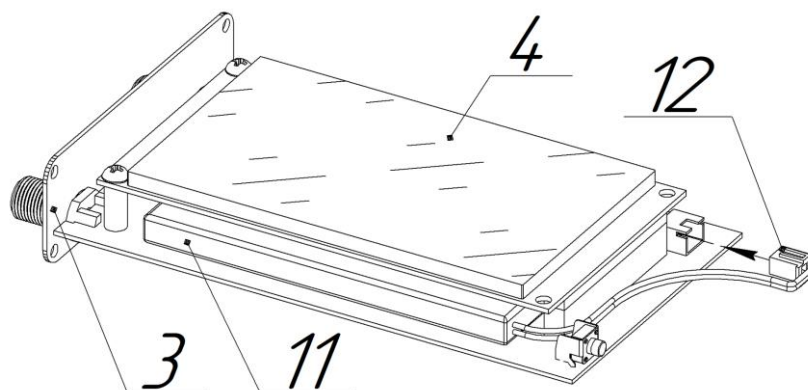

Рисунок 11.2 – Замена аккумулятора
11.3.6. Аккумулятор (11) находится на плате под модулем экрана (4) и закреплён двусторонним скотчем. Осторожно отсоедините разъем (12) аккумулятора (11) от разъёма на печатной плате (Рисунок 11.2). Извлеките старый аккумулятор (11) и удалите старый двусторонний скотч, которым он был прикреплён к плате.